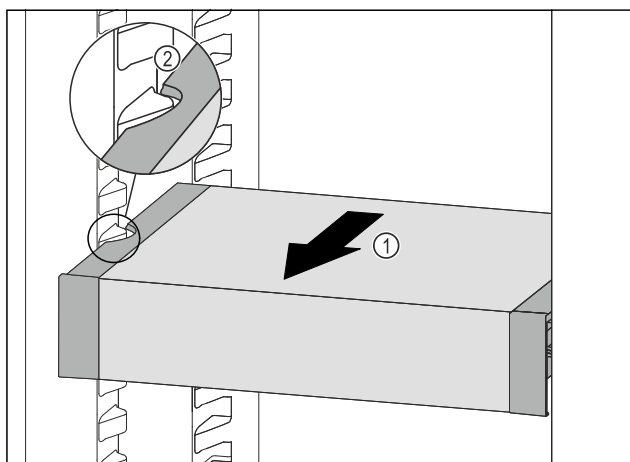

Fig. 110
- Táhněte VarioSafe dopředu Fig. 110 (1), dokud nebudou boční vybrání VarioSafe na úrovni žebrování na nádoby v chladničce. Fig. 110 (2)